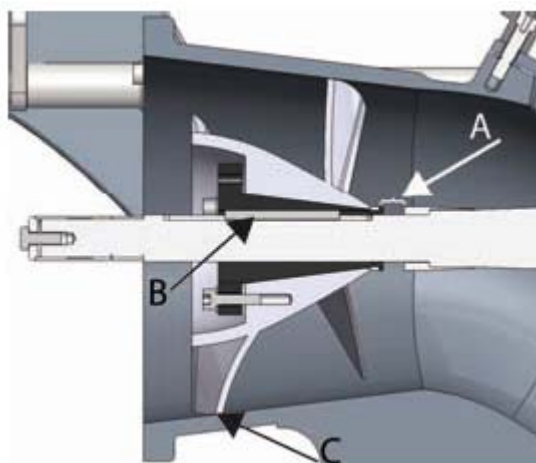

Figura 52. Posizione della girante
3. Posizionare la girante sull'albero e spingerla nel condotto fino a fine corsa. Resterà uno spazio tra boccola di regolazione e girante (figura 52, punto A), che deve essere compensato con gli spessori. Se possibile misurare lo spazio dal portello di ispezione. Questo permetterà di poter aggiungere il giusto numero di spessori.
6. Regolare la posizione della girante in modo tale che la distanza tra pale e parete del condotto sia 0,4 / 0,6 mm per ogni pala (figura 52, punto C).
7. Una volta effettuata la regolazione togliere la girante e posizionare la chiavetta nella gola (figura 52, punto B).